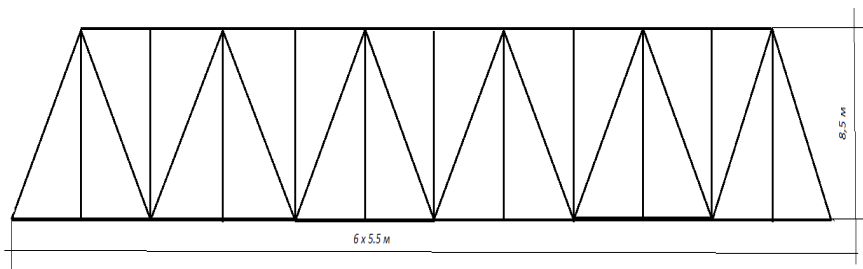

Рис. 2. Ферма металлического моста
4. По исходным данным (рис. 2) вычертить в рабочей тетради схему решетки металлической фермы в произвольном масштабе. Указать на схеме конструктивные элементы фермы.